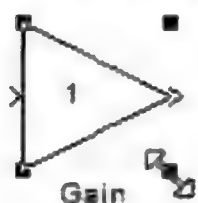

图 2.1.13 调整模块大小
- (1) 模块的调整。为了使模型更加美观和符合逻辑,有时需要对模块的大小、方向等作适当的修改。模块大小的调整。选中模块,用鼠标选中模块周围 4 个黑色方块中的任意一个开始拖动,这时会出现一个虚线框表示的新模块大小示意,调整至需要的大小后松开鼠标即可,如图 2.1.13 所示。